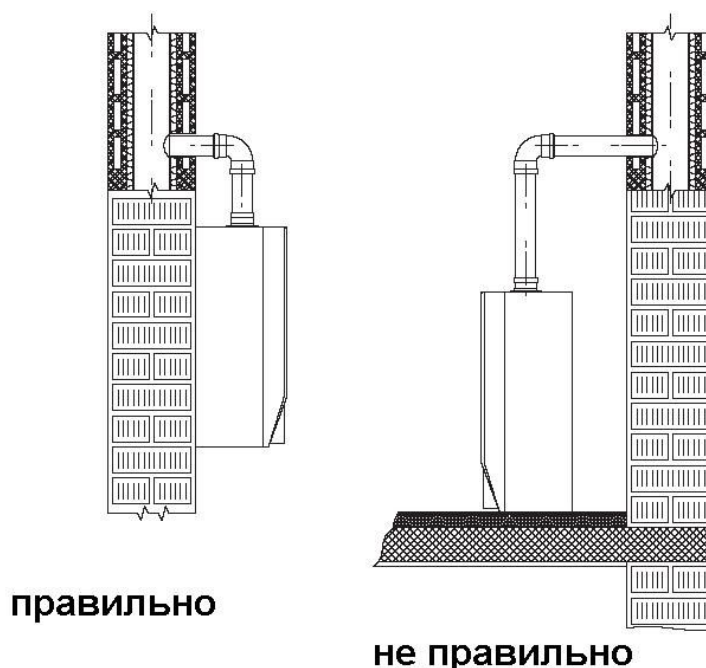

Рис.1 – Монтаж котла на стене.
• **Требования к установке нагревателя:** аппарат разработан только для подвески на стене. Стена должна быть гладкой, то есть без выступов или без отверстий, открывающих доступ к задней стенке аппарата. Котел ни в коем случае не предназначен для установки на станине или на полу (см. Рис.1).